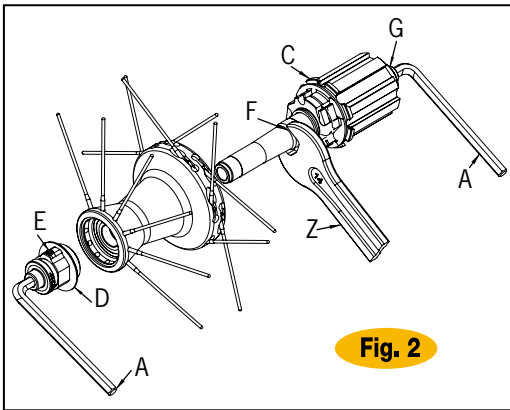

Fig. 2
- Después de haber retirado el perno del buje posterior, el cuerpo rueda libre (C) permanece conectado con las correspondientes carracas, (Fig.2).